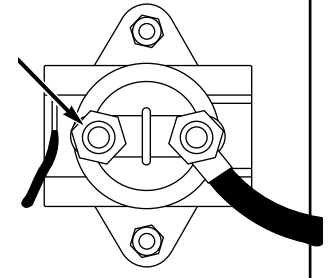

Figure 2 - Solénoïd de démarrage
- Brancher le câble de batterie positif (rouge) au plot gauche et installer à nouveau l'écrou d'1/4 po. Serrer l'écrou à la main et encore un tour. (Voir Figure 2).